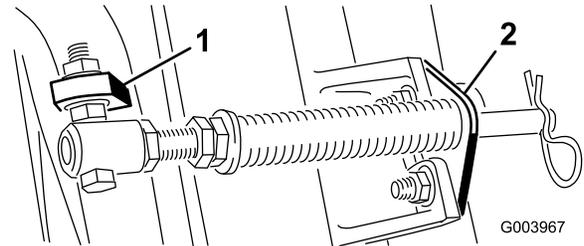

Bild 6
- C. Montieren Sie die Schraube des Federrohrs an der anderen Lasche am Trägerrahmen und befestigen Sie sie mit der Bundmutter. Der Schraubenkopf zeigt zur Außenseite der Lasche, siehe Bild 6.
- D. Montieren Sie die Stangenhalterung mit den Schlossschrauben und Muttern an den Mähwerkklaschen (Bild 6).